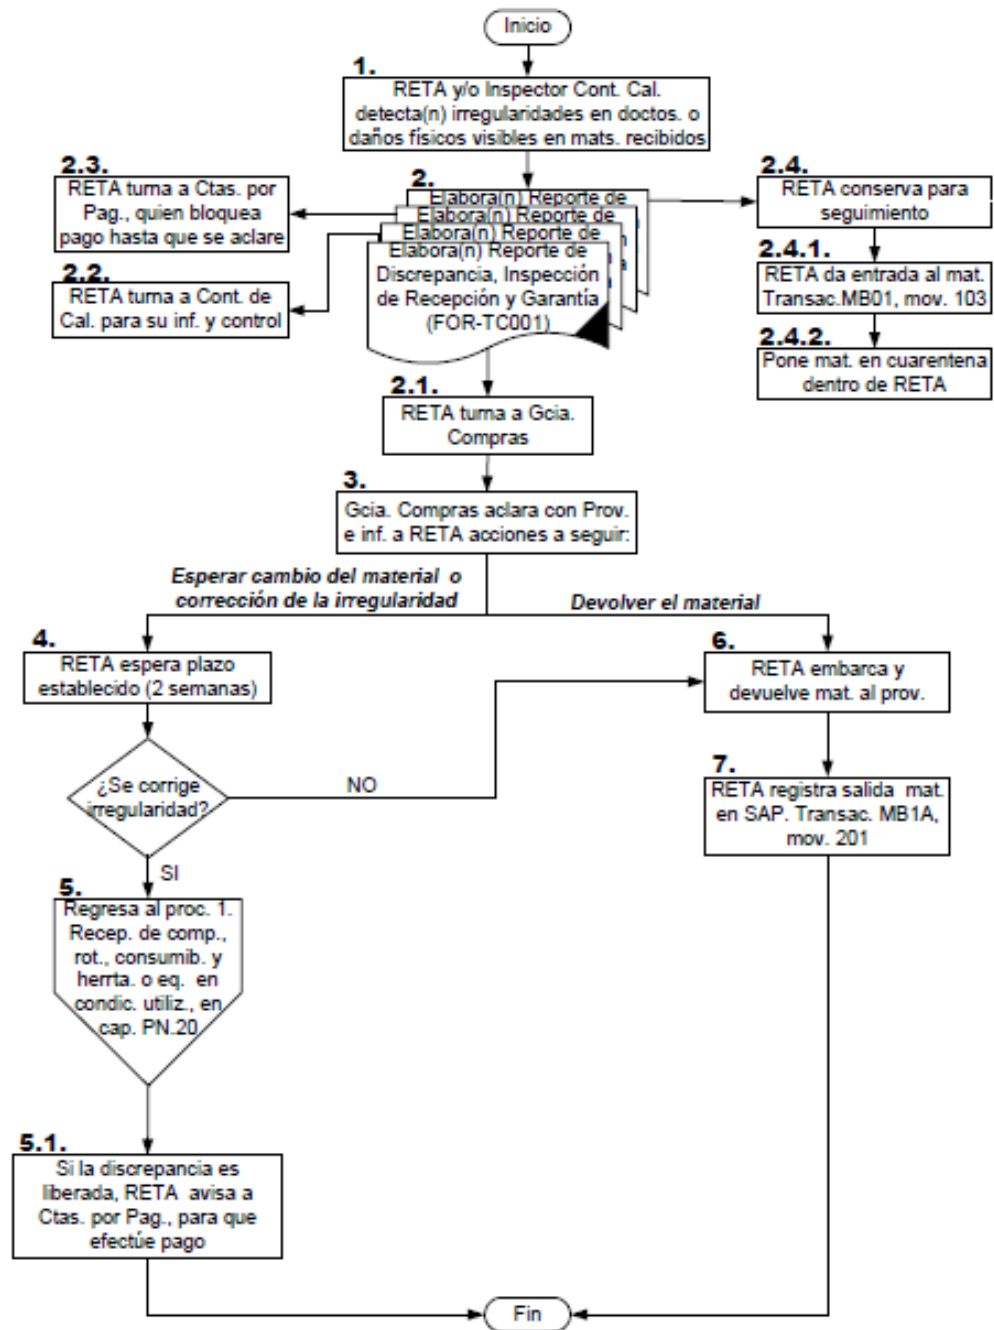

Figura 8.7a – Ejemplo de proceso de rechazo de materiales
*En el siguiente diagrama puede observar un flujo de atención real de los rechazos detectados en la recepción de materiales en una línea aérea (figura 8.7a).*